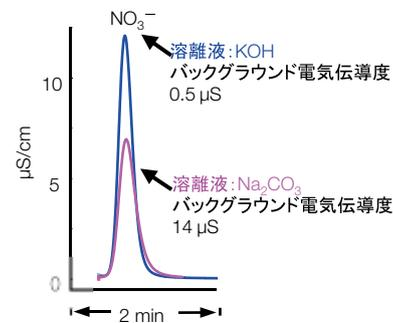

図5: 溶離液の違いによるピーク強度の違い
利点③で説明したように溶離液の違いによりバックグラウンド電気伝導度は異なりますが、バックグラウンド電気伝導度が低いほどベースラインノイズは小さくなります。つまり、バックグラウンド電気伝導度の低い溶離液を使用するとノイズとピークシグナルの比が大きくなるので、定量下限値が低くなります。また、図5に示すように溶離液の種類によりピークシグナルの強度も異なります。陰イオン分析では Na_2CO_3 と NaHCO_3 溶離液を用いるより、溶離液ジェネレーターで調製した KOH 溶離液を使用したほうが感度が向上することがわかります。